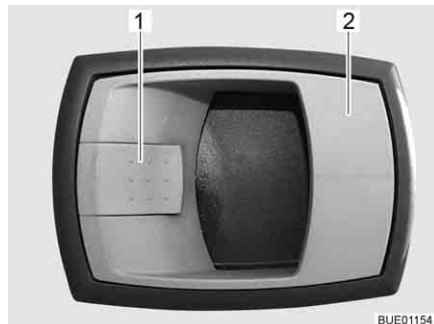

Bild 42 Dörrlås ingångsdörr, insida
- Öppna:** ■ Drag i handtaget (Bild 42,2). Dörrlåset låses upp.
- Låsa:** ■ Tryck på låsspaken (Bild 42,1).